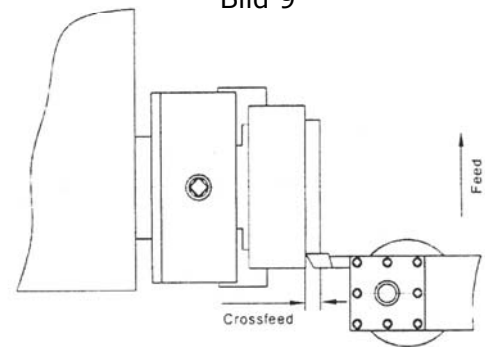

Bild 10
6. Montieren sie das Räderpaar entsprechend der Tabelle (Fig.10) und fixieren sie diese.